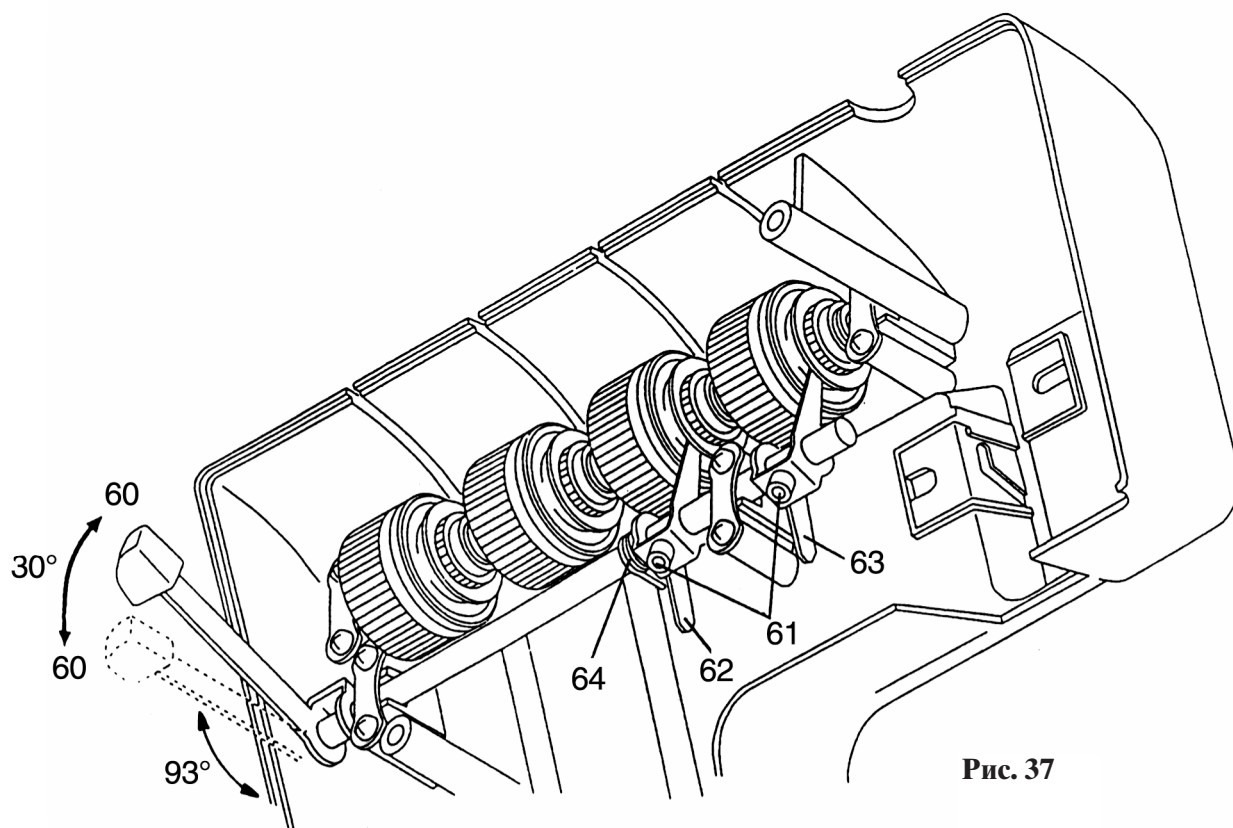

Рис. 37
- Слегка ослабьте крепежные винты 61 (рис.37).